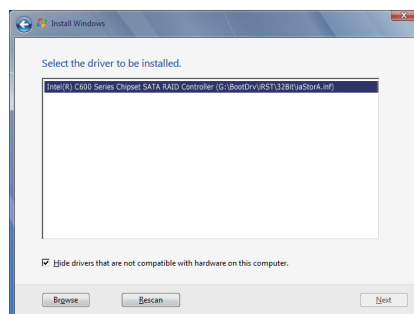
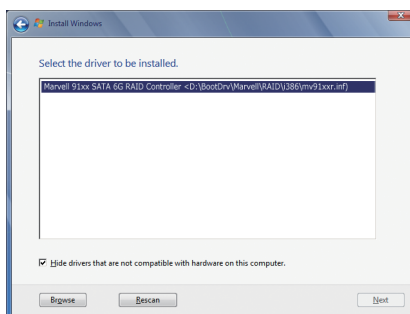

図 1
図 2
Intel C606の場合、**Intel(R) C600 Series Chipset SATA RAID Controller** (図 1)を選択します。Marvell 88SE9172の場合、**Marvell 91xx SATA 6G RAID Controller** (図 2)を選択します。**Next** をクリックしてドライバをロードし、OSのインストールを続行します。